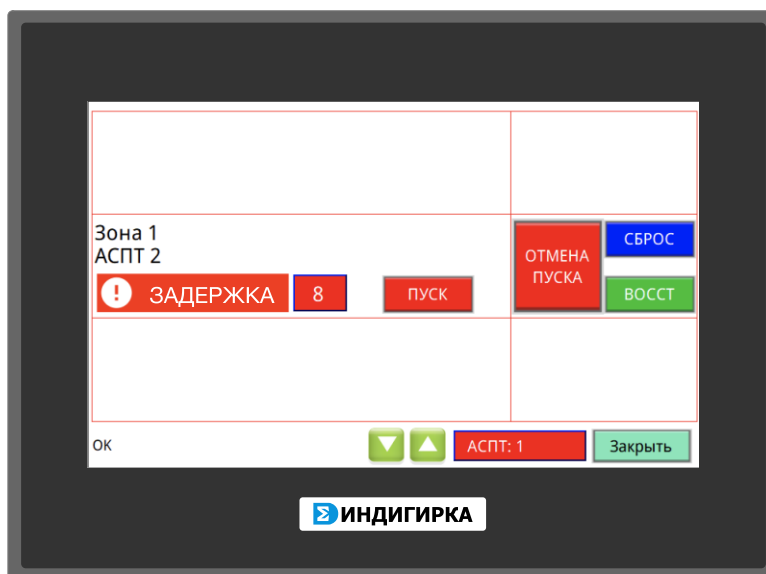

Рис. 10 Табло АСПТ
При наличии объектов ТС АСПТ в состоянии «Задержка пуска» или «Пуск», в правой части экрана включается табло «АСПТ». При нажатии на табло открывается экран со списком АСПТ (Рис. 10).
- останов – останов отсчета задержки. Возобновление отсчета задержки возможно через табло АСПТ (Рис. 10);